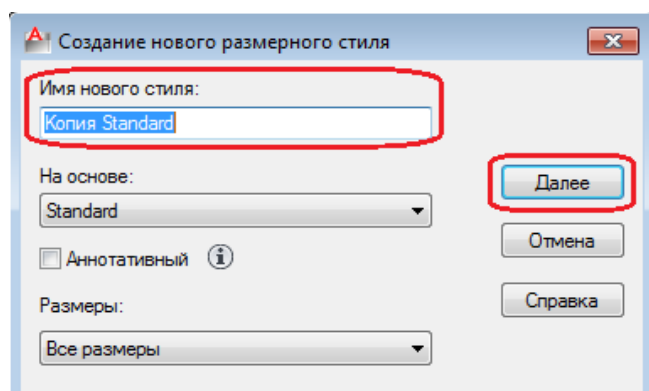

Рисунок 7.2
– Панель " Диспетчер размерных стилей " – кнопка «Новый» => панель "Создание нового размерного стиля " (рис. 7.2).